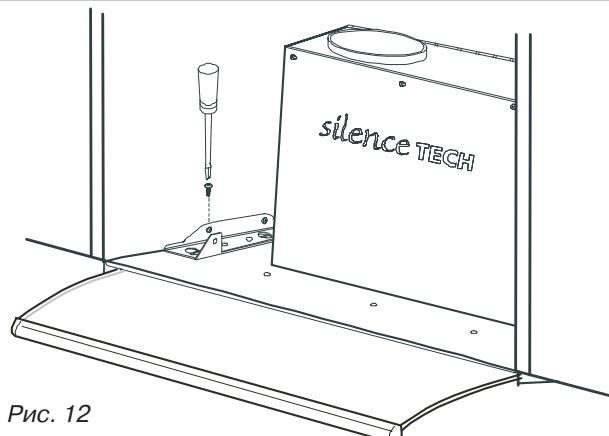
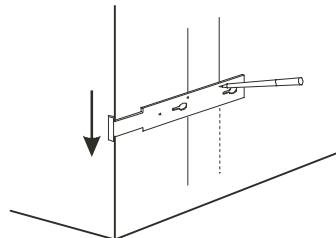
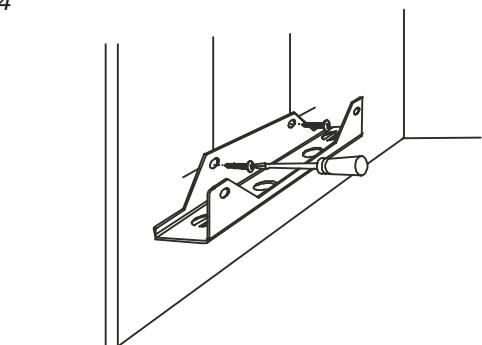

Рис. 12
Рис. 14
Рис. 15
- 8 Предохранительные винты монтируйте так, как показано на рис. 12.
- ❶ С помощью монтажного шаблона начертите с двух сторон две вертикальные линии, как показано на рис. 14.
- ❷ Измерьте, на какой высоте будет подвешиваться вытяжной вентилятор.
- ❸ Прикрепите подвесное устройство (рис. 15). На рисунке изображена левая стенка, правая стенка - в зеркальном исполнении.
- ❹ Поднимите вытяжной вентилятор и вставьте крючки в углубления.
- ❺ Прижмите вытяжной вентилятор к стене. Проверьте, чтобы крючки хорошо сидели в углублениях.
- ❻ Установите предохранительные винты так, как показано на рис. 12.